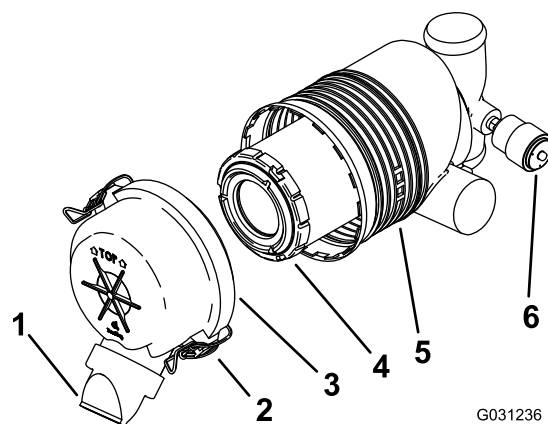

Рисунок 41
Внимание: Фильтр воздухоочистителя следует менять только, когда индикатор обслуживания станет красным (Рисунок 41). Замена воздушного фильтра без необходимости ведет лишь к повышению вероятности попадания грязи в двигатель при извлечении фильтра.
5. Освободите защелки воздухоочистителя и отделите крышку от корпуса воздухоочистителя (Рисунок 41).
- Если индикатор обслуживания прозрачный, установите крышку воздухоочистителя таким образом, чтобы пылезащитный колпачок был ориентирован вниз, и закройте защелки (Рисунок 41).
1. Осторожно извлеките фильтр из корпуса воздухоочистителя (Рисунок 41).
3. Осторожно установите фильтр (Рисунок 41).
4. Установите крышку воздухоочистителя таким образом, чтобы пылезащитный колпачок был ориентирован вниз, и закройте защелки (Рисунок 41).